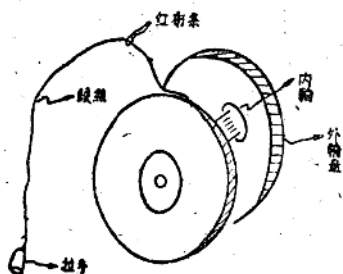

图 5
4. 概量定线尺，由于晚上量距定线困难，不能使用仪器来定线，因为对准不易，速度很慢，故采用概量定线尺来定向及概量。尺的构造如下：长300米的铁丝或小测绳，以一个轮盘卷着，外轮半径0.15米，内轮半径0.07米，如图5所示，铁丝的始端有拉手，在整尺段长处（如30米钢尺用29.5米，用50米钢尺取49.5米）扎一红布条为记号，以作尺段数的记号。